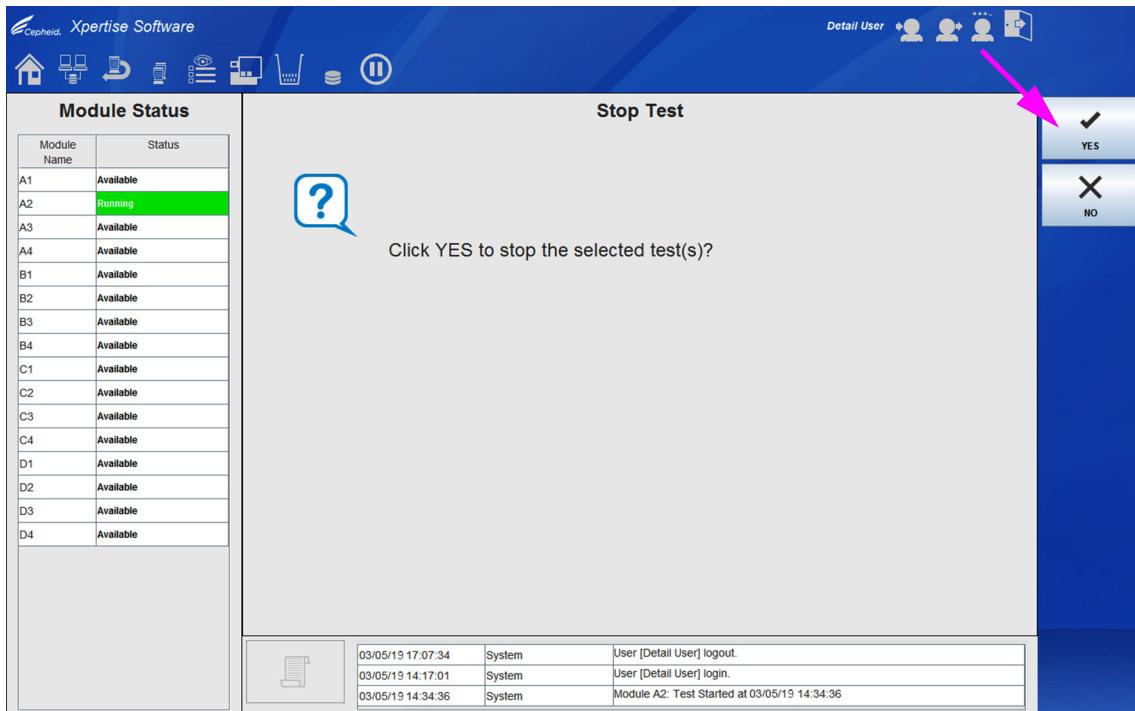
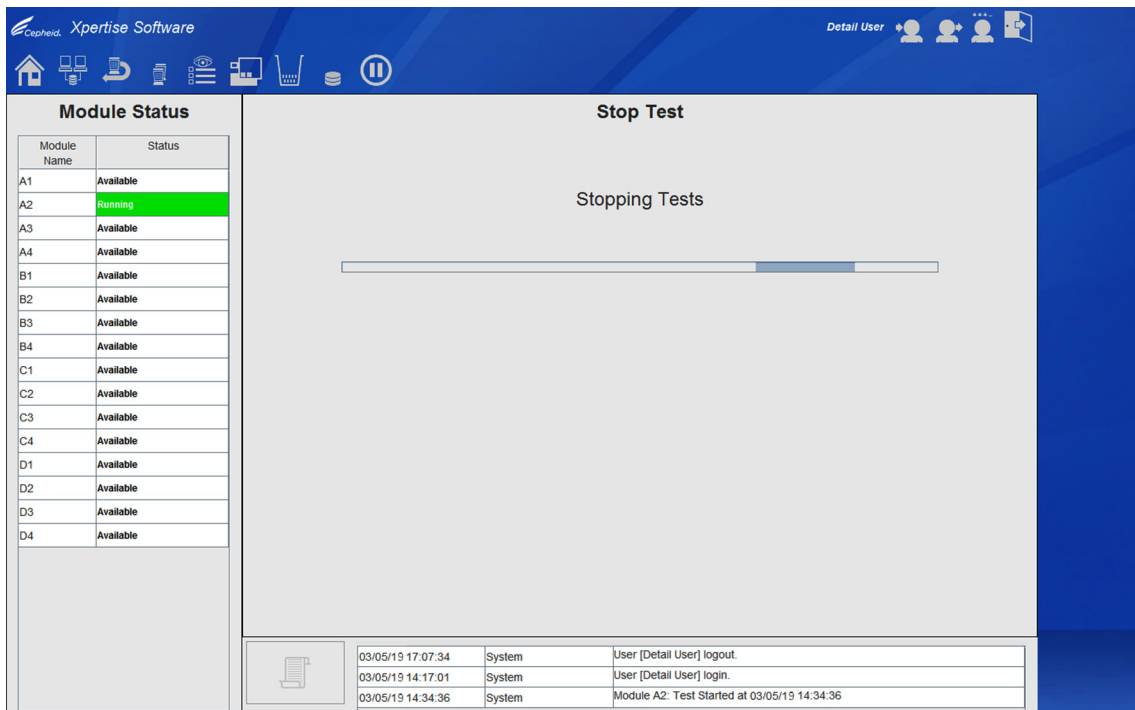

图 5-86. 停止测试 (Stop Test) 工作区
图 5-87. 显示进度条的停止测试 (Stop Test) 工作区
4. 选择**停止 (STOP)** 按钮（请参见图 5-85）。将显示停止测试确认工作区。请参见图 5-86。
如需停止所有运行的测试，选择**全部停止 (STOP ALL)** 按钮。请参见图 5-85。所有正在运行的测试将开始停止测试处理，将显示进度条。请参见图 5-87。
5. 选择**是 (YES)** 按钮（请参见图 5-86）。选中的测试将停止，并将出现进度条，显示停止测试处理的进度。请参见图 5-87。